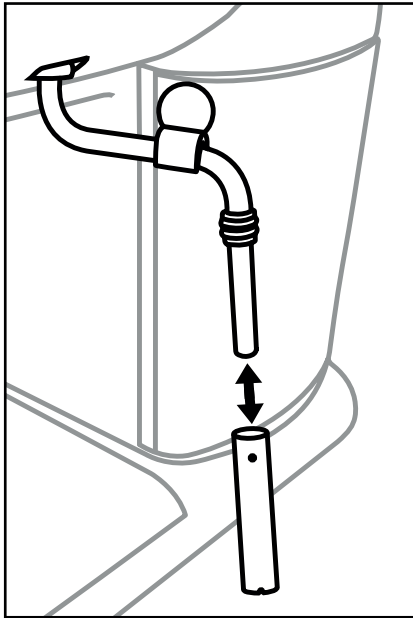

Figura 1
- 1) Collocare un contenitore vuoto sotto lo schiumatore per il latte ❹.
- 2) Subito dopo l'uso ruotare il regolatore del vapore ❷ portandolo su "III" e lasciar fuoriuscire il vapore per alcuni secondi.
- 3) Chiudere il regolatore del vapore ❷ (ruotandolo verso "0" fino alla battuta), spegnere l'apparecchio e sfilare la spina dalla presa di rete.
- 5) Sfilare l'involucro dello schiumatore per latte ❺ (Figura 1) e pulirlo accuratamente in acqua calda.
- 7) Far scorrere nuovamente l'involucro sull'ugello (Figura 1).